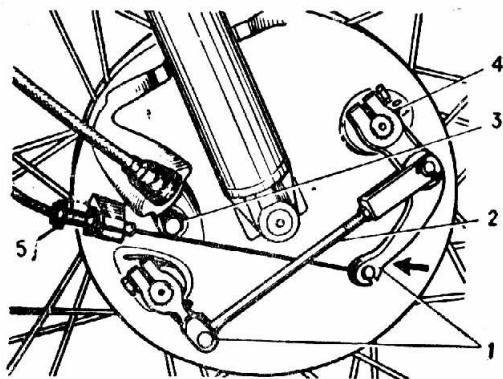

Рис. 24. Снятие переднего колеса:
Для снятия переднего колеса отсоединить трос привода тормоза переднего колеса от рычага тормоза на руле, предварительно отжав рычаг 1 (рис. 24) в сторону, указанную стрелкой, отвернуть болт 3 и вынуть гибкий вал, ослабить стяжной болт крепления оси в наконечнике левой скользящей трубы, вывернуть ось (резьба левая) и вывести колесо из перьев вилки.
- расшплинтовать и вынуть палец из соединения тяги с левым коротким рычагом. С помощью винта регулировочного 5 (рис. 24), при вывертывании которого зазор между колодками и тормозным барабаном уменьшается, отрегулировать натяжение троса тормоза так, чтобы при вращении колеса нижняя колодка касалась о тормозной барабан, после этого завернуть регулировочный винт на $1/2$ оборота;
- установить свободный ход 10... 20 мм на конце рычага тормоза переднего колеса. Не допускается касание тормозных колодок о барабан. Степень износа тормозных накладок определяется положением флажка 4 (рис. 24). Предельно допустимый износ соответствует совпадению флажка с меткой «I» на крышке тормозного барабана при выжатом рычаге ручного тормоза. При сборке флажок установить на метку «O» (рычаг тормоза не соединен с тросом). После регулировки тормоза флажок займет положение между метками «O» и «I».